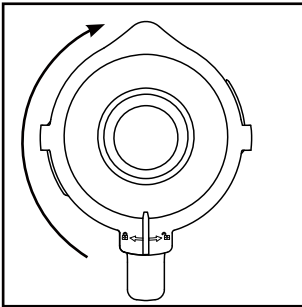

Fig. 2
- 4) Sæt låget **2** forskudt på blenderkanden **3** igen. Luk låget **2** ved at dreje det med uret til position , indtil det klikker hørbart på plads (se fig. 2). Sørg for, at hædetuden på blenderkanden **3** er lukket. Motoren kan kun startes, hvis låget **2** slutter helt til.